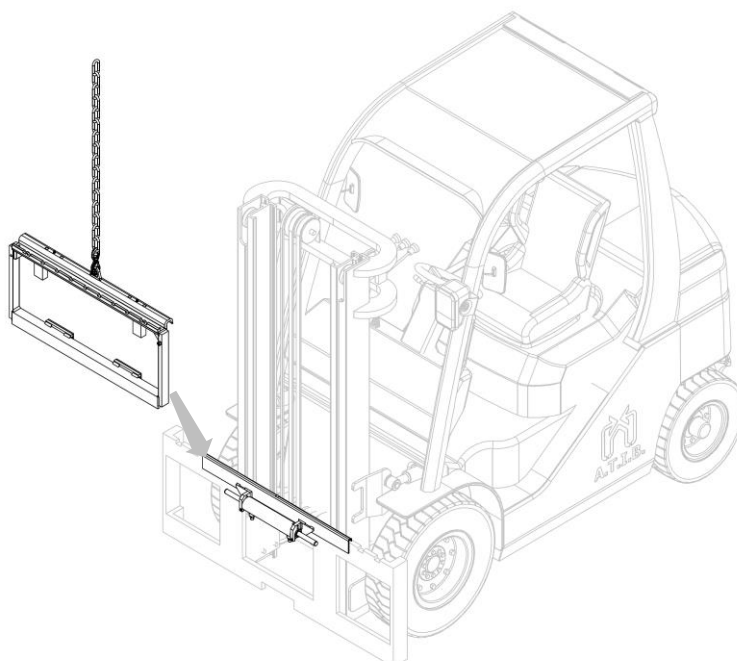

Figura 5
7. Agganciare quindi l'attrezzatura dal punto presa superiore e con un carroponete o un paranco di portata sufficiente posizionarla sul doppio gancio, avendo cura di posizionarla in modo corretto (vedi *Figura 5*).